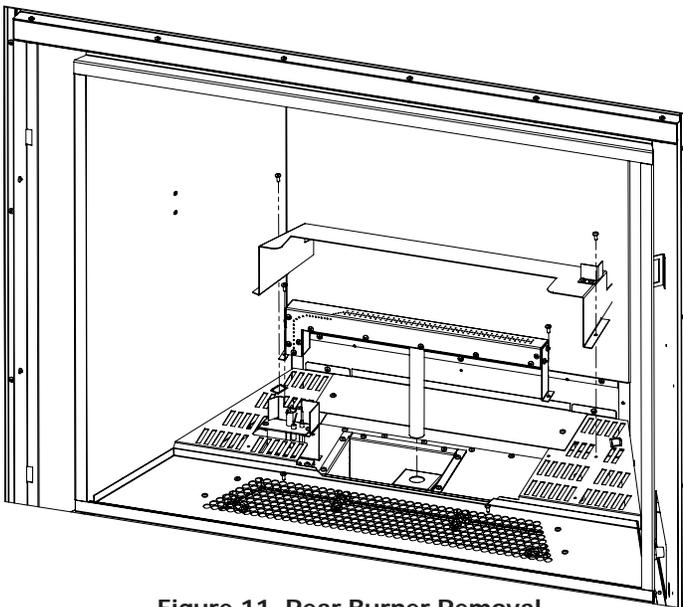

Figure 11. Rear Burner Removal
2. Déposer la bûche arrière en retirant les deux vis T-20 (voir Figure 11).
3. Retirez le brûleur arrière en retirant les deux vis T-20 (voir Figure 11).